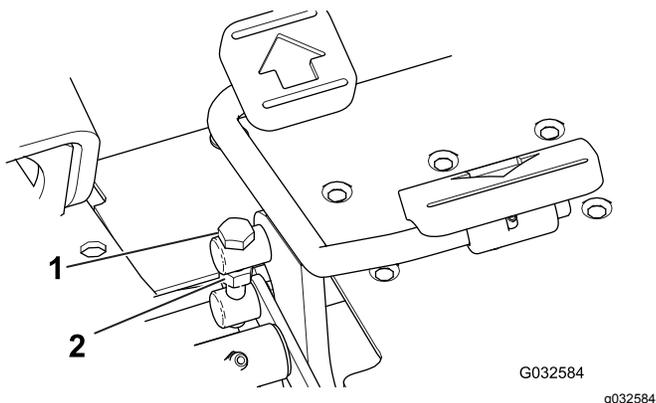

図 45
1. 走行ペダルの側面についているトラニオンボルトのジャムナットをゆるめる 図 45。